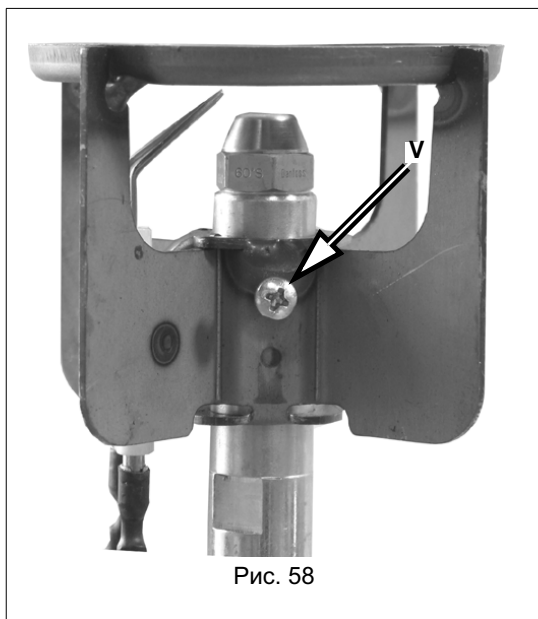
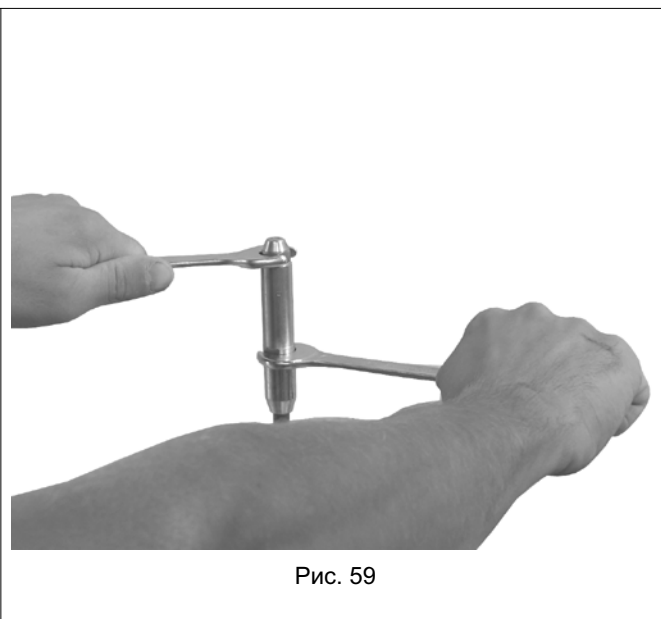

Рис. 58
Рис. 59
- Отвинтить винт **V**, который крепит головку сгорания и отсоединить головку сгорания от держателя форсунки.(Рис. 58 - Рис. 59).